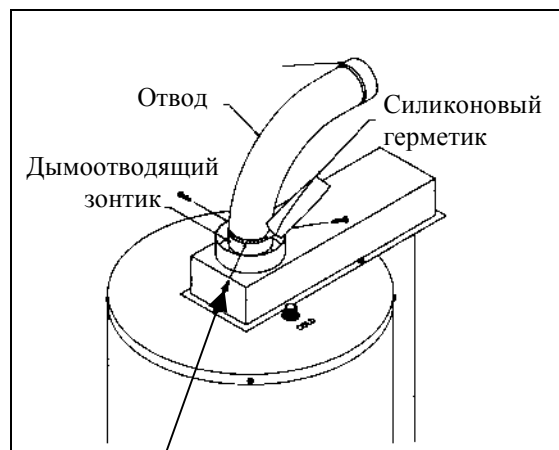

Рис. 6
5. Вставьте ровный конец 76 мм отвода в дымоотводящий зонт водонагревателя до упора. Разверните отвод в нужном направлении (в направлении отверстия в стене). 3 мм сверлом просверлите три сквозных отверстия через стенки отвода и зонтика и заверните в них шурупы. Промажьте место соединения прилагаемым RTV силиконовым герметиком. (См. рис. 6)